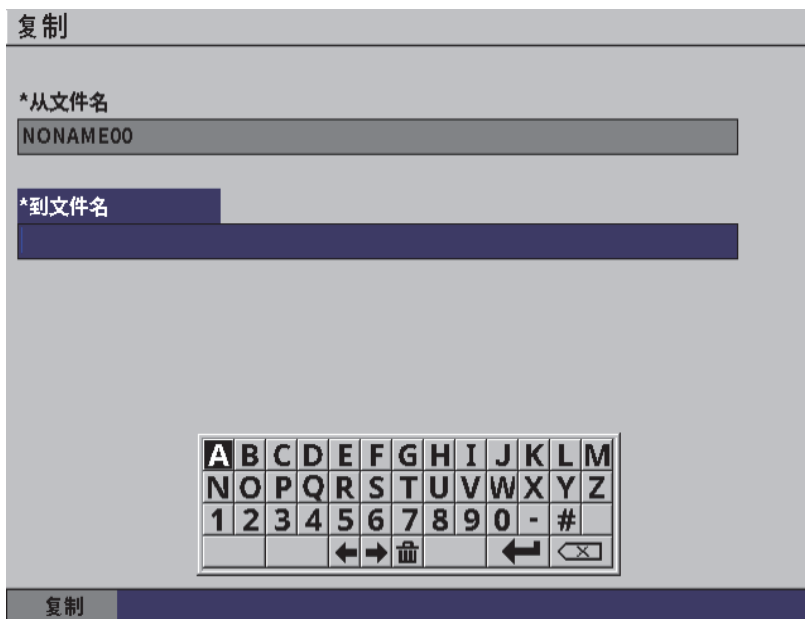

图 9-15 复制设置页
2. 按确定键，打开**复制**页（参见第 133 页的图 9-15）。